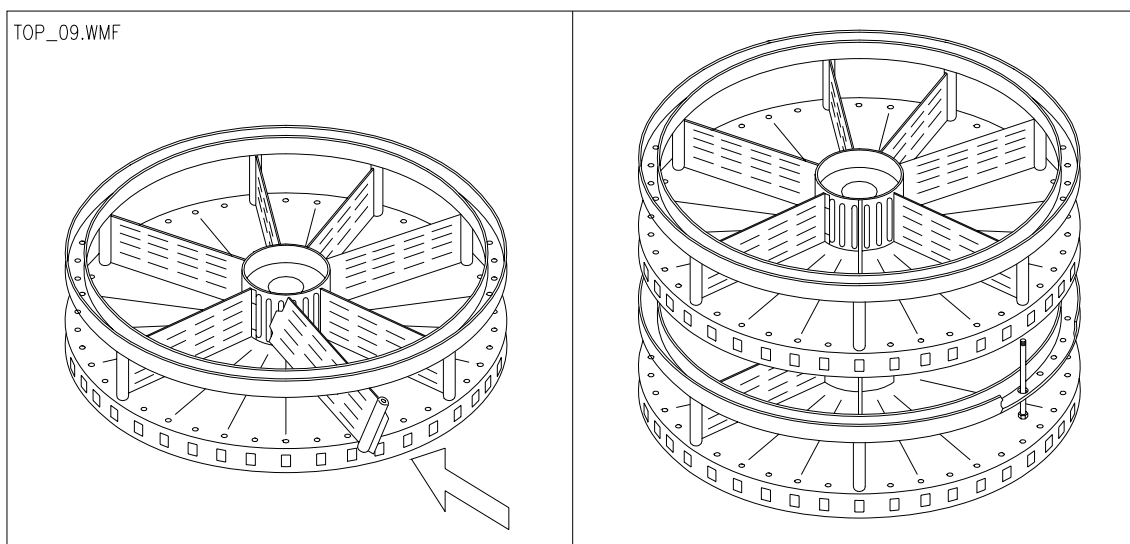

FIG. 9
- 3) Aggiunta di palette: inserire le palette nel mozzo centrale del disco FIG. 9.
- 4) Ruotare il disco che sta sotto a quello di cui si vuole variare il numero delle palette, fino a che il foro grande dell'anello superiore si trovi sotto alla paletta che si vorrà aggiungere FIG. 9.